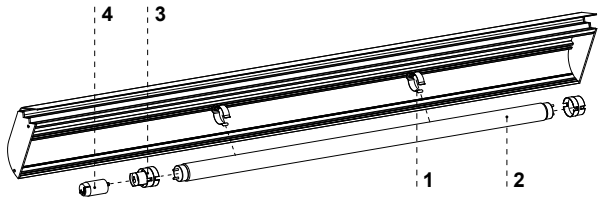

Rys.10 Demontaż szyby frontowej
- ⚠ **Podczas mycia wnętrza urządzenia nie wolno zostawiać szyby frontowej swobodnie uchylonej w profilu aluminiowym. Grozi to uszkodzeniem szyby i nie podlega gwarancji. Szybę na czas konserwacji wyciągnąć wraz z profilem Rys.10 (str.6)**